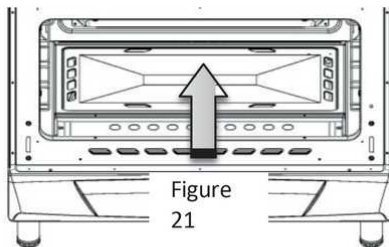

Figure 21
- Soulevez d'abord la tôle du boîtier du brûleur dans le sens de la flèche, puis vers le haut en direction de l'intérieur de la chaudière, et tirez vers vous pour retirer la tôle de son emplacement (Figure 21).